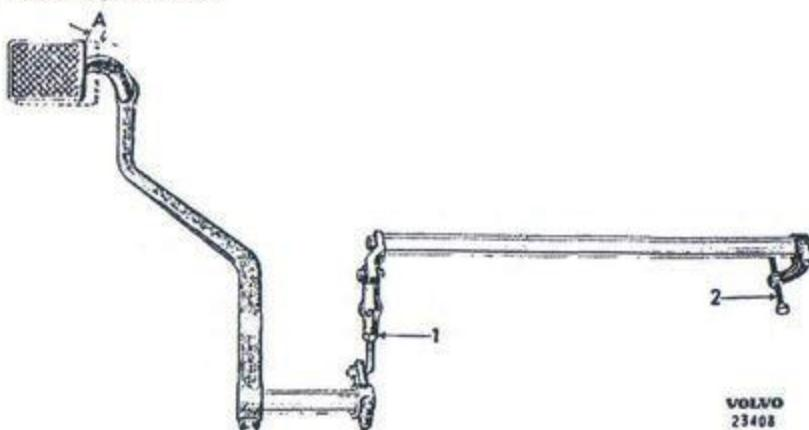

Bild 49. Kopplingspedalens frigång.
Kopplingspedalen skall ha en frigång på 25–30 mm ("A" bild 49). Frigången justeras dels med skruven (2) och dels med dragstången (1). Vid justeringen lossas läsmuttern, varefter ställskruven skruvas bakåt om frigången skall ökas och framåt om frigången skall minskas. Samtidigt skall längden på dragstången (1) ökas resp. minskas.